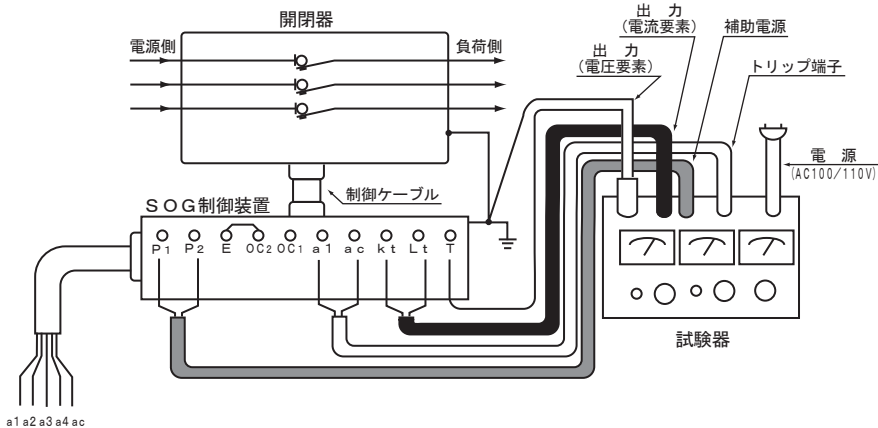

図4 地絡特性チェック回路
- ①図4の試験回路は制御装置のみの地絡動作時間特性試験回路です。
- ②図4は制御電源と警報接点（P1・P2・a1・ac）を制御装置パネルの試験端子に接続する方法です。
なお、図4の回路で試験する場合は、制御装置パネルの制御電源切替スイッチを「試験」側にしてください。